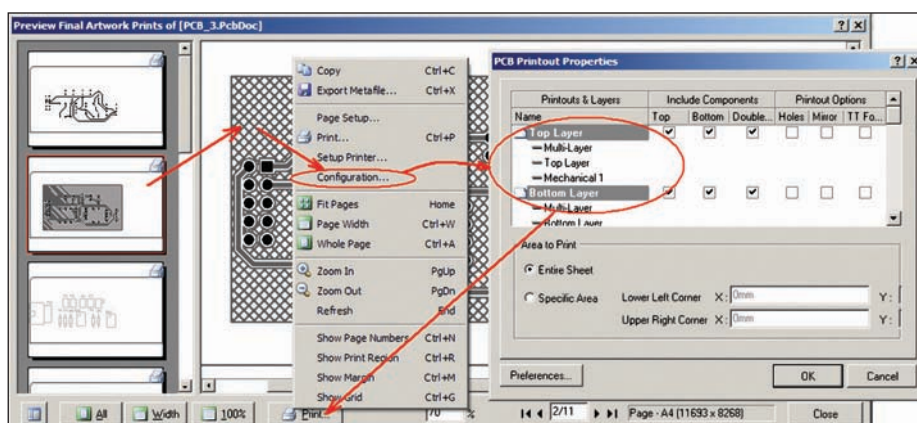

Рис. 11
■ Команда *File* → *Fabrication Outputs* → *Final* из среды активного PCB-документа открывает диалог предварительного просмотра и настройки послойных распечаток печатной платы (рис. 11).